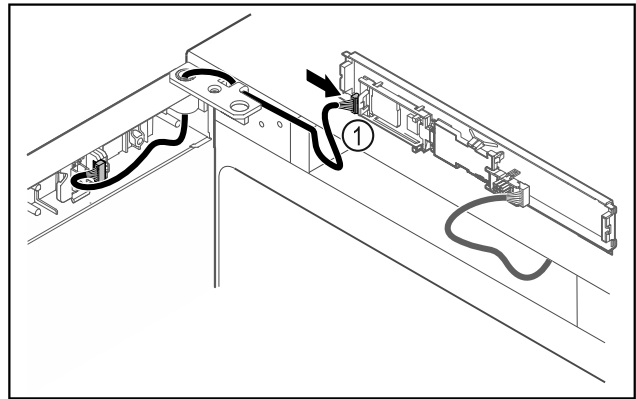

Fig. 42
- ▶ Встановити штекер Fig. 42 (1) на плиті.